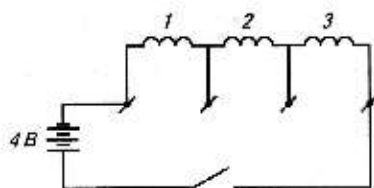

Рис. 81. Подключение электромагнита к источнику питания: 1, 2, 3 — обмотки электромагнита
2. Изучите электрическую схему подключения катушки электромагнита к источнику питания (рис. 81).